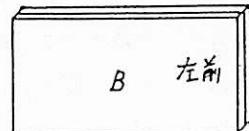

図2
- 横板をA・Bに切断し図2の様に2枚合わせて万力に固定し、同じ大きさになるまで金属やすりで加工します。